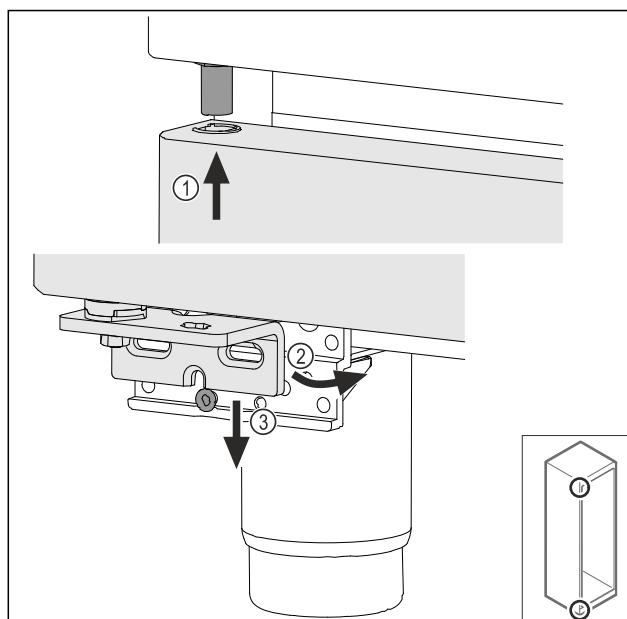

Fig. 39
- Установите дверь под небольшим уклоном сверху Fig. 39 (1), выровняйте ее прямо Fig. 39 (2) и смонтируйте снизу на винт опорного кронштейна Fig. 39 (3).